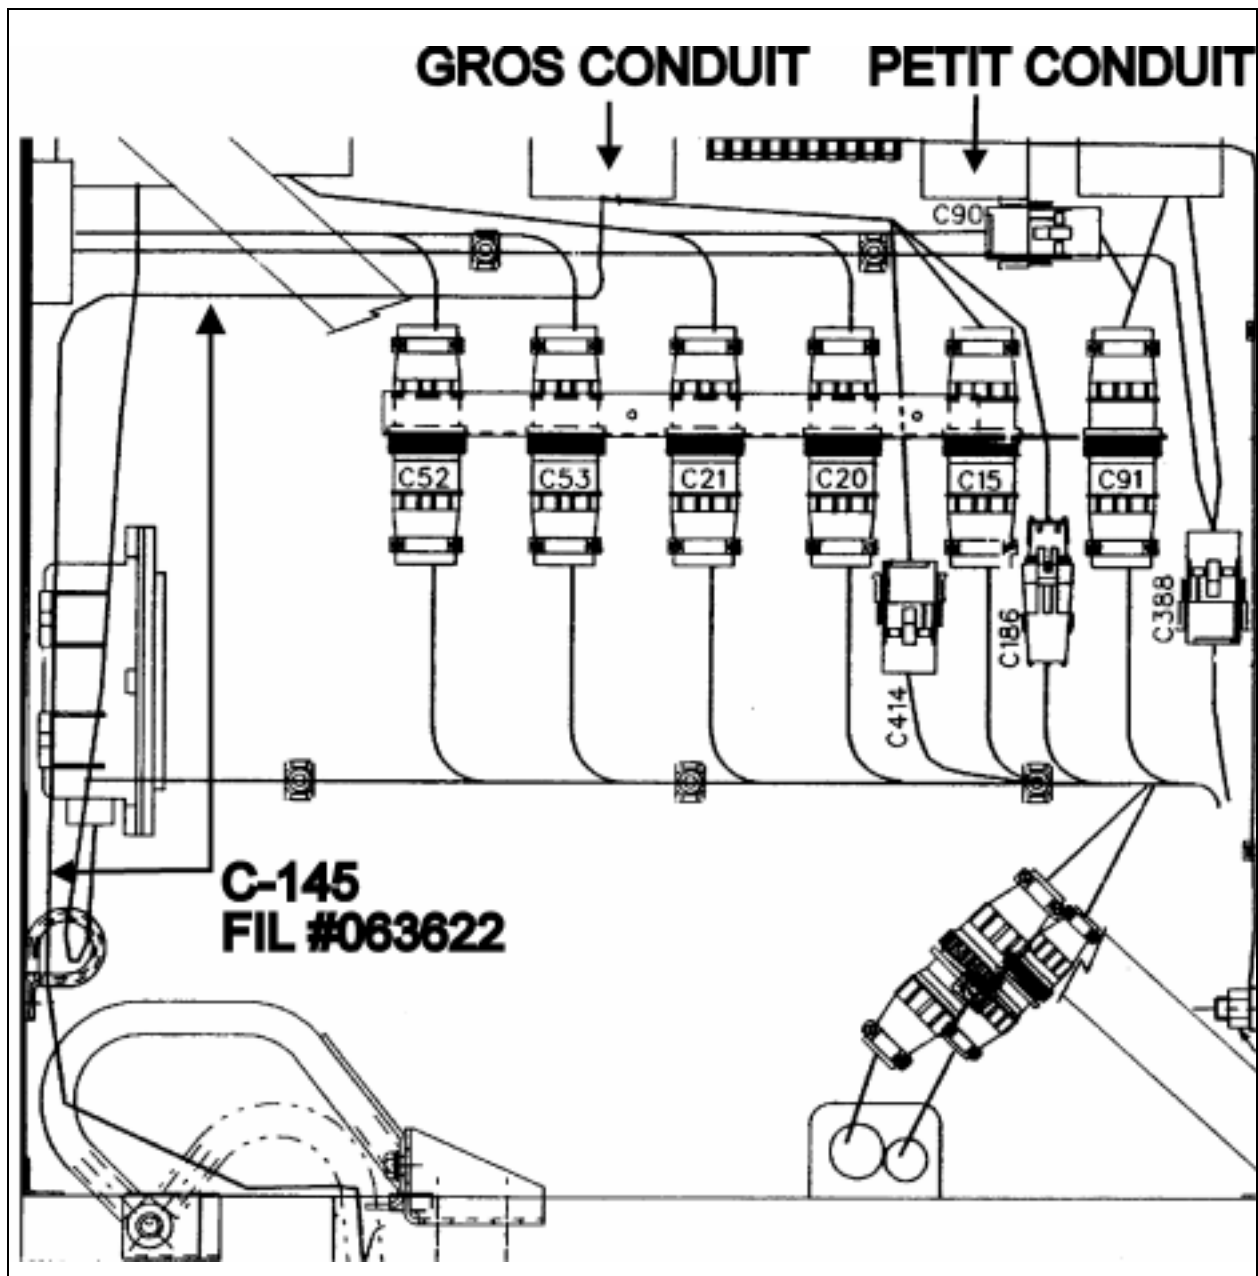

FIGURE 3: VUE DE LA PARTIE SUPÉRIEURE DU COMPARTIMENT ÉLECTRIQUE ARRIÈRE
1. Localiser les connexions des deux conduits de protection pour câbles électriques dans la boîte du compartiment électrique arrière (Fig. 3).
2. Déconnecter les connecteurs C-15, C-414, C-186 et C-145 pour le plus gros conduit (Fig. 3).